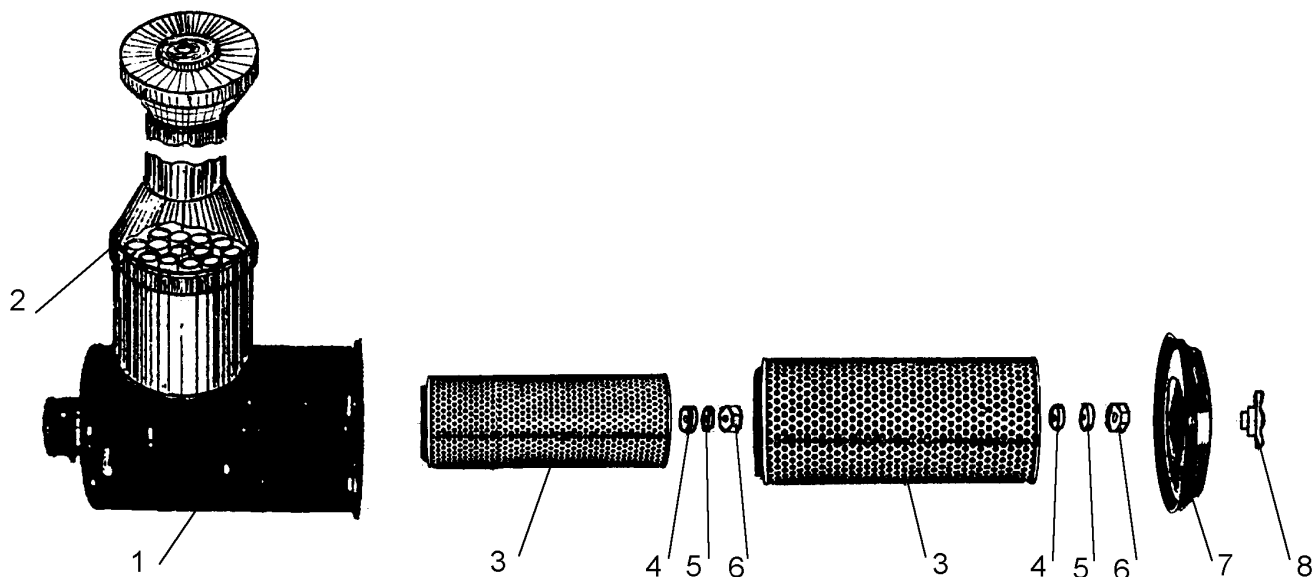

Рис. 32. Воздухоочиститель
Обслуживание фильтроэлементов (кассет) воздухоочистителя производите при загорании контрольной лампы 29 на щитке приборов (рис. 1 (2)). Для демонтажа кассет 3 (рис. 32) необходимо отвернуть гайку - барашек 8, снять крышку 7 и последовательно отвернув гайки 6 вынуть их из корпуса воздухоочистителя
Категорически запрещается работать с засоренной или обледенелой сеткой крышки воздухозаборной трубы (рис. 32) и без свободного выхода газов из выхлопной трубы, так как это приводит к попаданию выхлопных газов через трубу отсоса пыли к кассетам воздухоочистителя.